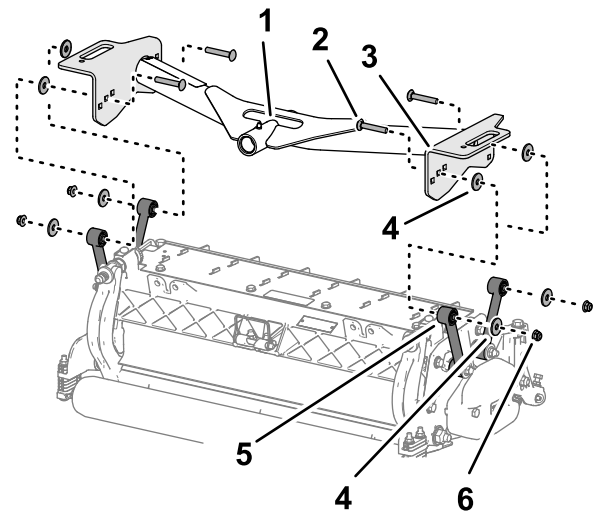

図 17
1. 前キャリアフレームのプレート穴を、カットユニットの取り付けプレートの穴に合わせる 図 17。
2. ワッシャをキャリアプレートとリンクの間に合わせ 図 17、プレートとスペーサを仮止めするキャリッジボルト $\frac{3}{8}$  x 2 $\frac{1}{4}$ "、ワッシャ、フランジロックナット $\frac{3}{8}$ "を使用する。